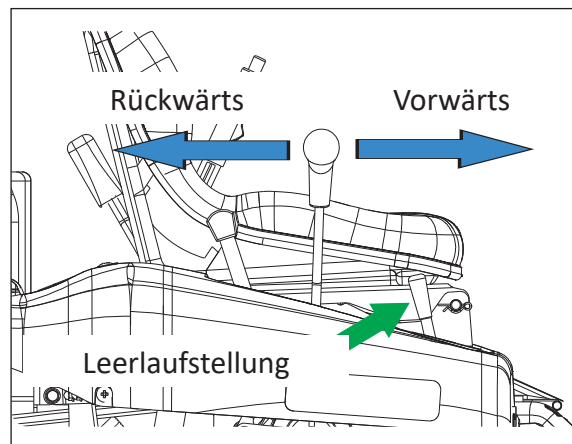

Abb. 13
- Schieben Sie den Regelhebel 10 Sekunden lang um die Hälfte nach VORWÄRTS und RÜCKWÄRTS und stellen Sie den Regelhebel dann wieder in die neutrale Position zurück (Abbildung 13). \*Bitte führen Sie die oben genannten Schritte 5 Mal durch. Beim Bewegen des Regelhebels muss die Drosselklappe im Leerlauf gehalten werden.